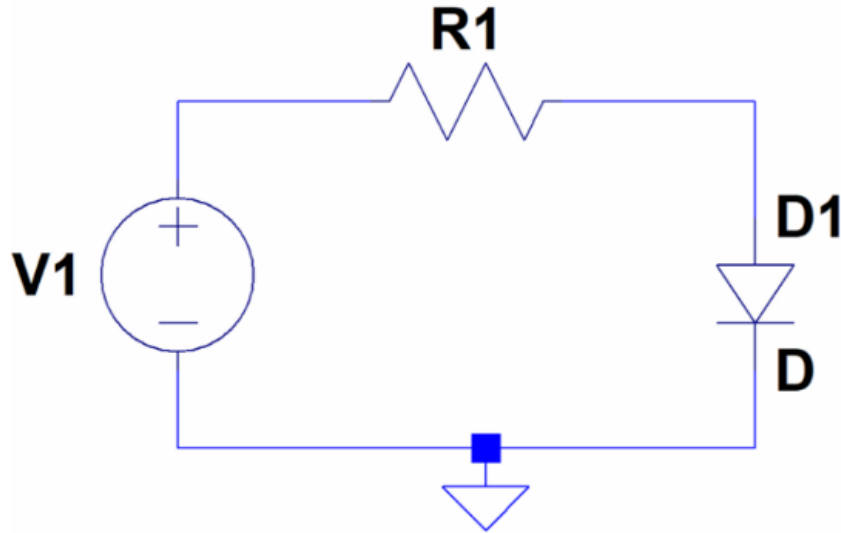

Figura 2: Circuito para caracterización del diodo
- Para el circuito de la Figura 2, calcule R_1 para que la corriente $I_D = I_{max} = 50\text{ mA}$ cuando el voltaje de la fuente sea de 25V.
Simule el circuito mostrado en la Figura 2 con el modelo especificado para cada uno de las referencias de diodo (1N4004, 1N4148). Varíe la fuente de tensión DC entre 0 y 25V realizando incrementos en la corriente de 5 mA aproximadamente (usted deberá establecer las condiciones para que esta variación se lleve a cabo). A partir de los resultados obtenidos construya la curva característica I_d vs V_d .